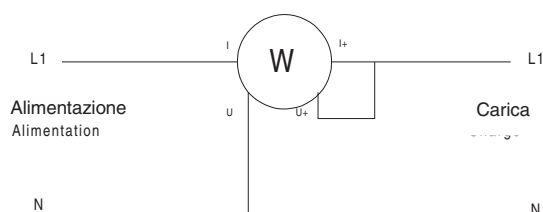
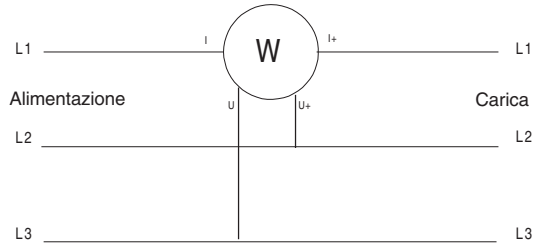

Fig 4.4.1 Schema di collegamento in monofase
Fig 4.4.2 Schema di collegamento in Trifase 3 Fili Equilibrati (unicamente PX 120)
Applicare lo schema di collegamento della Fig. 4.4.1. (monofasato) oppure della Fig. 4.4.2. (Trifasato equilibrato, T3FE unicamente PX 120), a seconda i casi, verificando, se possibile, che non superi i limiti massimi ammissibili (vedi tabella di sotto)
3. Applicare lo schema di collegamento della Fig. 4.4.1. (monofasato) oppure della Fig. 4.4.2. (Trifasato equilibrato, T3FE unicamente PX 120), a seconda i casi, verificando, se possibile, che non superi i limiti massimi ammissibili (vedi tabella di sotto)
3. Applicare lo schema di collegamento della Fig. 4.4.1. oppure della Fig. 4.4.2. (T3FE unicamente PX 120), a seconda i casi, verificando, se possibile, che non superi i limiti massimi ammissibili (vedi tabella di sotto) La commutazione di portata è automatica.